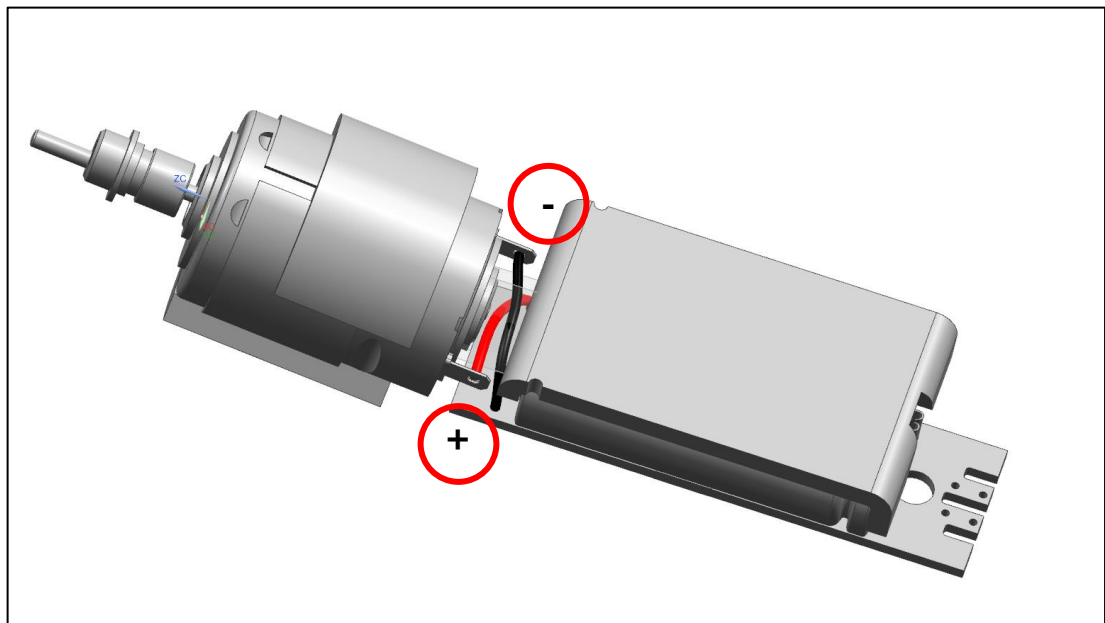
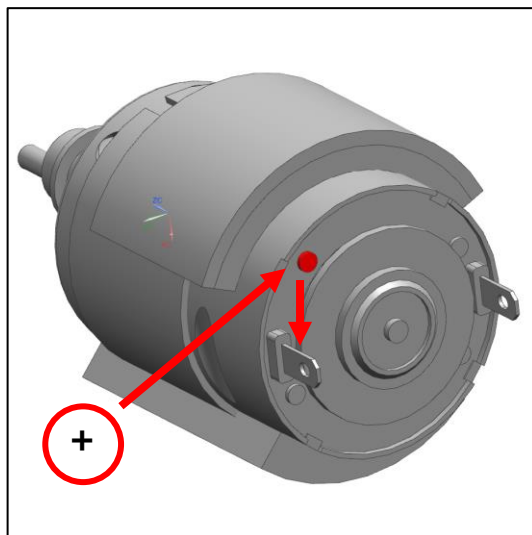

Abb. 35
Abb. 36
a) Löten Sie die Litzen der Platine an den Motor (Abb. 35).
Vorsicht: Beachten Sie die Polung entsprechend der Kennzeichnung auf dem hinteren Motorlagerschild (Abb. 35, Abb. 36)!